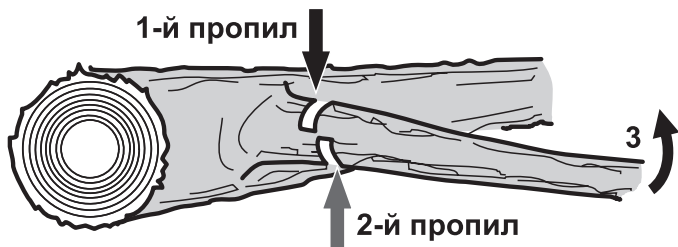

Рисунок 9. Схема обрізання гілок і суків на поваленому дереві.
5.2.4 Послідовність обрізання гілок і суків на поваленому дереві (рис. 9).
1. Для обрізання гілки на поваленому дереві визначити напрямок вигину гілки, яку планується відпилити (3, рис. 9).
- зробити 1-й пропил з одного боку гілки (1, рис. 9).
- 2-й пропил зробити із протилежного боку гілки (2, рис. 9).